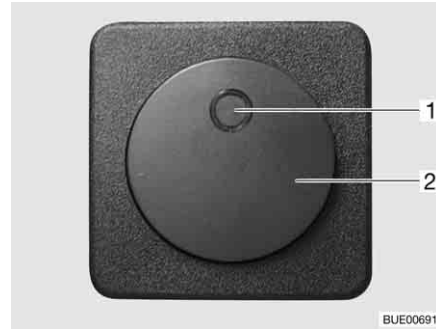

Bild 145 Brytare för elektrisk golvvärme
- Tryck på vippkontakten (Bild 145,2). Kontrollampan på brytaren (Bild 145,1) lyser.
- Tryck på vippkontakten (Bild 145,2). Kontrollampan på brytaren (Bild 145,1) slocknar.